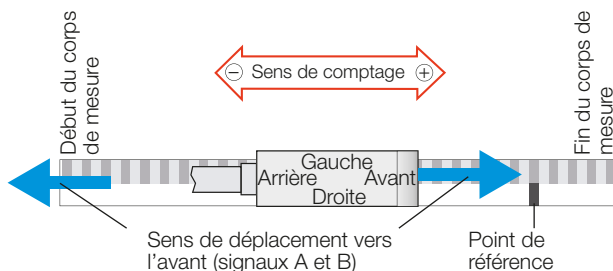

Fig. 4-1 : Tête de capteur BML avec sens de démarrage longitudinal
- Pour les corps de mesure munis d'une piste de référence, identifier les extrémités arrière (début de la section de mesure) et avant (fin de la section de mesure), afin de monter le corps de mesure correctement par rapport à la tête de capteur. Le premier point de référence est marqué optiquement (voir Fig. 4-1).
3. Pour le corps de mesure avec position de référence, identifier les extrémités avant et arrière : le premier point de référence est muni d'un marquage optique sur le côté droit du corps de mesure dans sa propre piste (voir Fig. 4-1). Ce point peut également être identifié à l'aide d'une carte de polarité.